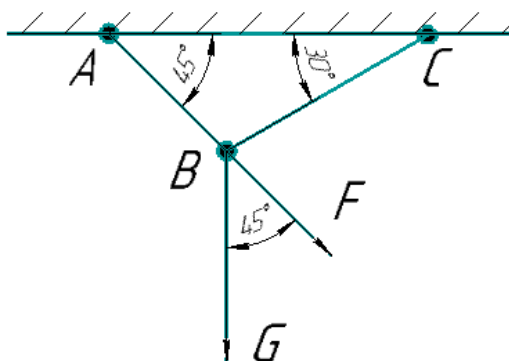

Рисунок 3
1. Выполните чертеж с транспортиром (рис. 3).